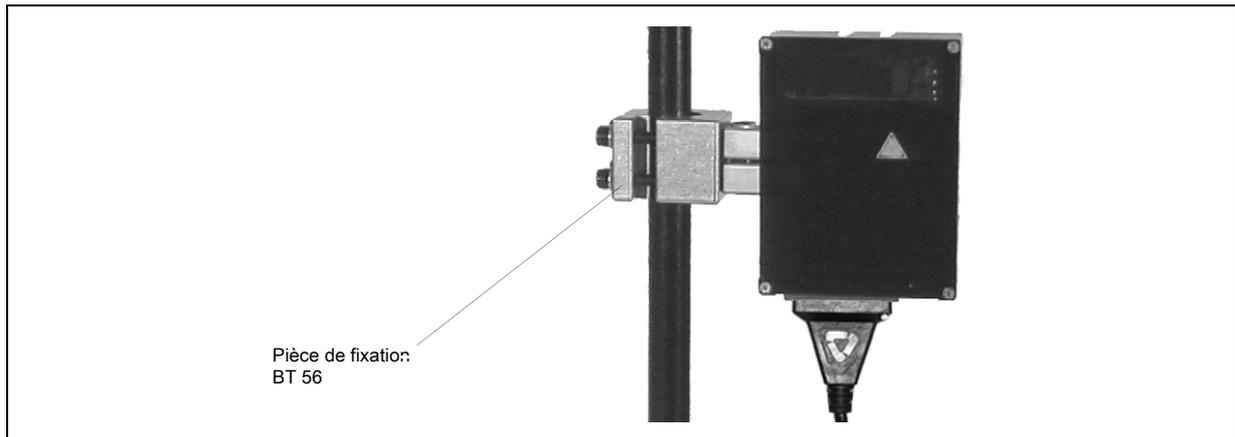

Figure 6.1 : Exemple de fixation du BPS 37
- aux rainures en queue d'aronde en utilisant les accessoires de montage correspondants voir Figure 6.1